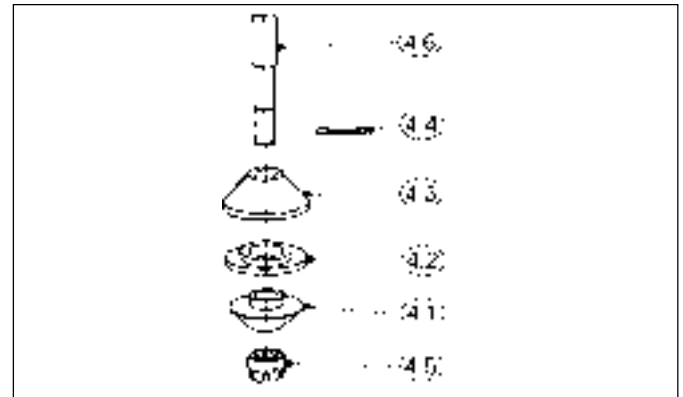

Figura 3: Arreglo Subensamble (4) Asiento Compuesto
- Examine la cabeza del tapón (4) justo en el area donde el tapón (4) sienta en el anillo de sellado (3). Examine de cerca estas partes (3, 4) para detectar rayaduras. Reemplácelos ambos, el tapón-vástago (4) y el anillo de sellado (3) en el caso que uno o el otro muestre cualquier signo de desgaste.
- Lapide a mano el tapón (4) y el asiento (3) utilizando un componente de lapidado para asientos.
- Si encuentra desgaste significativo en el tapón (4) o en el anillo de sellado (3) reemplace todos los componentes internos.
17. Componentes Internos de Sello Compuesto (blandos) (ver la Figura 3):
- Deslice hacia afuera los dos adaptadores (4.1, 4.3) con el asiento de la válvula (4.2) por el extremo del vástago (4.6), descarte el asiento de la válvula (4.2). Examine los adaptadores (4.1, 4.3) y anillo de sellado (3) para detectar escapes; si encuentra desgaste significativo de las partes, reemplácelas. Limpie los adaptadores (4.1, 4.3) para ser reutilizados.